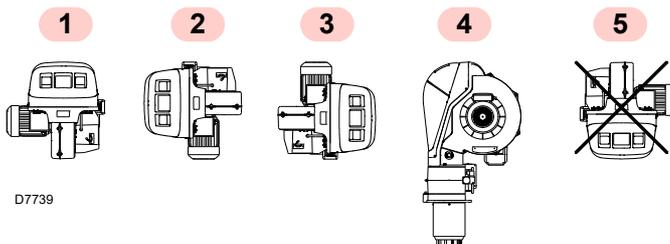

Fig. 8
- Le brûleur n'est prévu que pour fonctionner dans les positions 1, 2, 3 et 4 (Fig. 8).